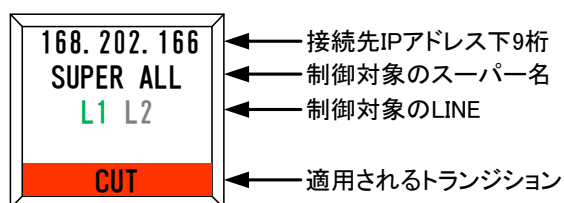

図4.1.6 1LINEモード時のディスプレイ
(13) IPCK-70Hが1LINEモードの時、「図4.1.6 1LINEモード時のディスプレイ」の画面が表示されます。最上部に接続先のIPアドレスの下9桁が表示されます。2段目に制御対象となるスーパー名が表示されます。3段目は制御対象となるLINE番号が緑色で表示されます。最下部にスーパーTAKE時のトランジションを表示します。